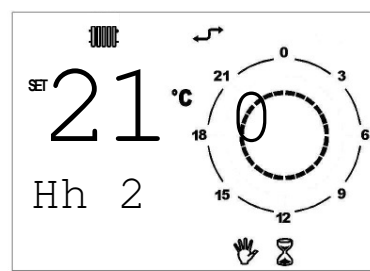

Abb. 10 – Vorübergeh. Handbetrieb
- **VORÜBERGEHENDER HANDBETRIEB (PARTY):** Diese Funktion wird durch die beiden Symbole Sanduhr und Handbetrieb angezeigt (siehe Abb. 10).
5. Während des gesamten Zeitraums wird auf dem Display die Restzeit bis zum Ende dieser Funktion angezeigt (siehe Abb. 10 auf Seite 21).